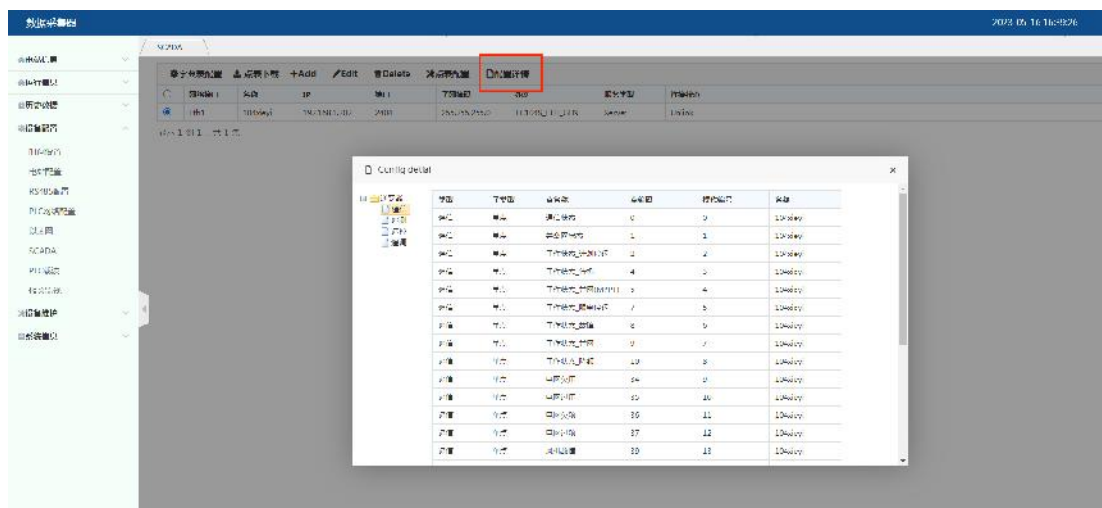

图 5.41
6.如图 5.41，点击【配置详情】，可查看配置完成的逆变器点表信息，同时点击【点表下载】，可完成对应通道 IEC104 点表的下载保存。